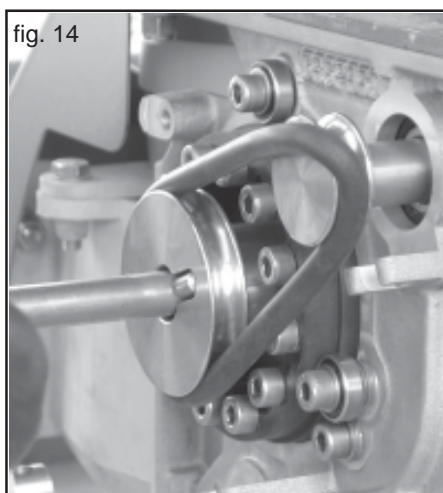

fig. 14
- Pour désactiver l'agitateur, soulever la courroie ronde sur le bord de la poulie motrice et, sur le côté opposé, tourner facilement le rouleau doseur dans la direction d'entraînement. La courroie sautera (Fig. 14).